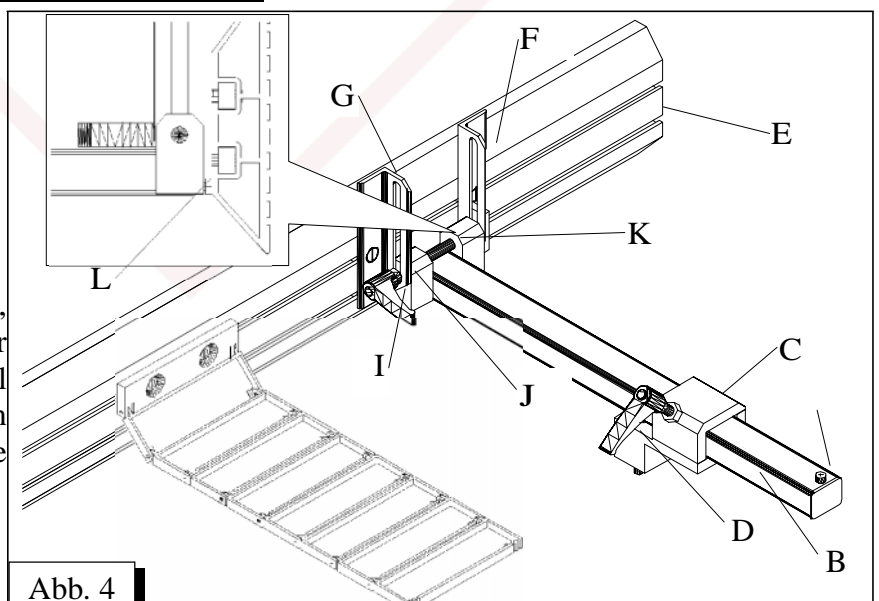

Abb. 4
C.5.1. Montage des Anschlaglineals für Nutfräsen/Abb. 4/